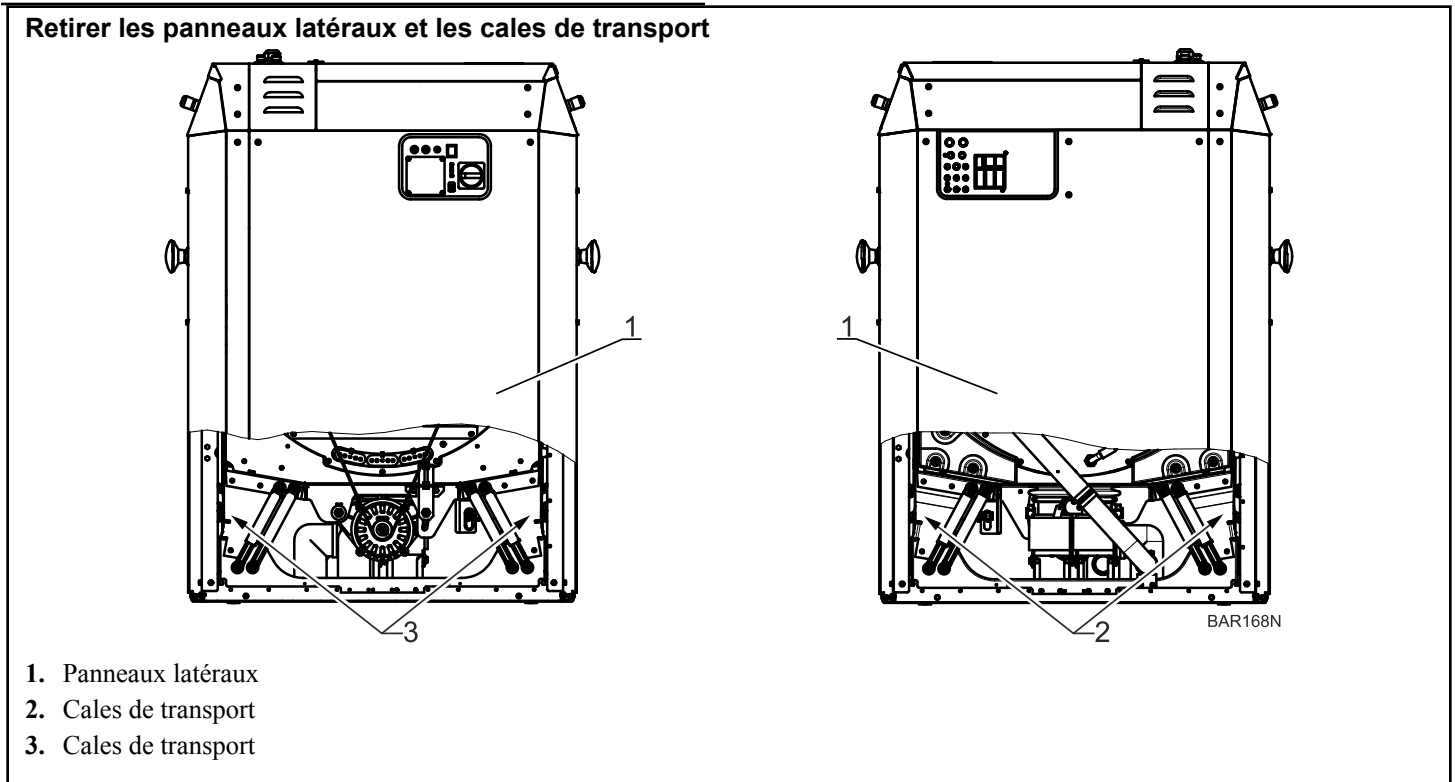

Figure 9
2. Retirez les panneaux latéraux. Voir *Figure 9*, pos. 1.
1. Retirez les panneaux latéraux. Voir *Figure 9*, pos. 1.
2. Retirez les cales de transport métalliques. Voir *Figure 9*, pos. 2, 3.